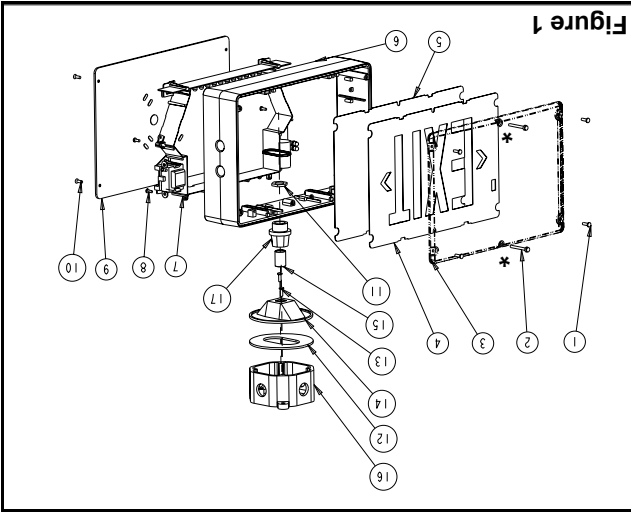

Figure 1
5. Installer la lentille au moyen des vis invisibles. Les o-bagues doivent être installées sur les vis du centre entre la lentille et la cadre comme montré dans figure 1. **Les vis invisibles devraient être serrées de manière égal à environ 5 lb-po (0,6 N-m).**
Montage au plafond (figure 1)
d. S'assurer que la vis de retenue est accessible (voir figure 1, pièce n° 13). Utiliser les vis de la boîte de jonction pour fixer le couvercle à la boîte de jonction.